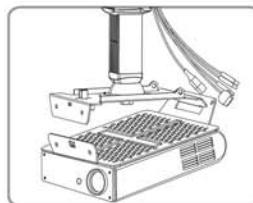
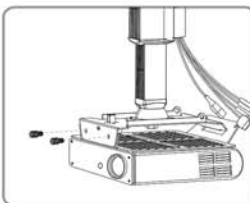

Figure 9
Figure 10
1. Om de eerder gemonteerde bodemplaat inclusief projector aan de bovenste plaat te bevestigen, haakt u de platen ruggelings in elkaar die (Fig.9) en drukt de platen naar boven totdat deze in de veiligheidssluiting! Beveilig de beide platen met de fixeer schroeven! (Fig.9 & Fig.10)